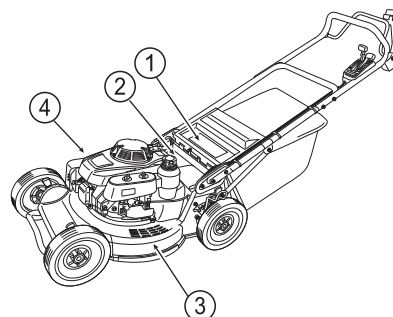

Abb. 1
- Sicherheitsaufkleber sind wie in **Abb. 1** dargestellt am Rasenmäher angebracht.